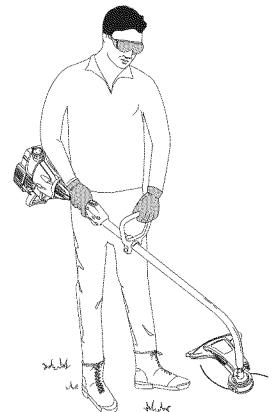

Fig. 8
4. Tenez l'appareil en position d'utilisation (Fig. 8), puis positionnez la poignée en D de manière à assurer une prise idéale.
Avant de faire marcher l'appareil, tenez-vous en position de fonctionnement (Fig. 8). Vérifiez les points suivants: